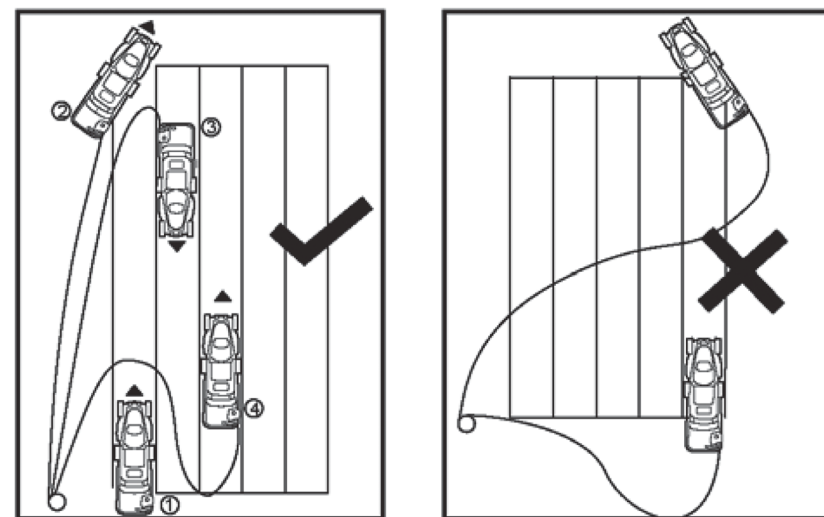

Fig. 15
14. La tondeuse ne doit en aucun cas être utilisée sans le bac. Suivez la procédure d'utilisation adéquate afin d'assurer que les lames n'entrent jamais en contact avec la rallonge. Les lames peuvent endommager les câbles et entraîner un contact avec des pièces sous tension (fig. 15).